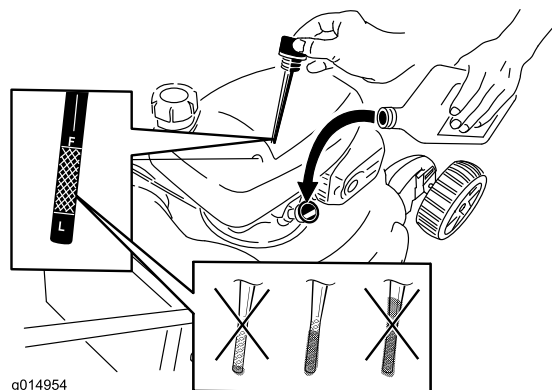

Figure 15
1. Retirez la jauge, essuyez-la sur un chiffon et remettez-la dans le goulot de remplissage (Figure 15).
2. Sortez de nouveau la jauge et contrôlez le niveau d'huile (Figure 15). Si le niveau n'atteint pas le repère **minimum** (Add) de la jauge, versez lentement suffisamment d'huile dans le goulot de remplissage pour faire monter le niveau au repère **maximum** (Full). **Ne remplissez pas excessivement.** (Remplissage max. : 0,59 l, type : huile détergente SAE 30 de classe de service API SF, SG, SH, SJ, SL ou supérieure.)